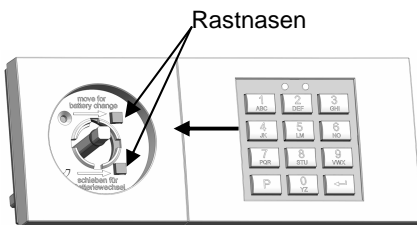

Abbildung 23: Oberteil verschieben
i Hinweis: Die Rastnasen des Basisteiles (11) müssen sauber durch das Oberteil (8) durchtauchen (siehe auch Abbildung 23)!